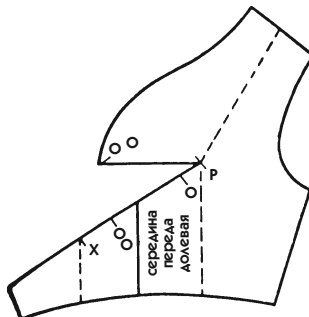

Рис. 563
• Воспроизведите левую сторону лифа (правую часть лекала), закрыв на ней вытачки, а также часть вытачки от талии на правой стороне (рис. 563).